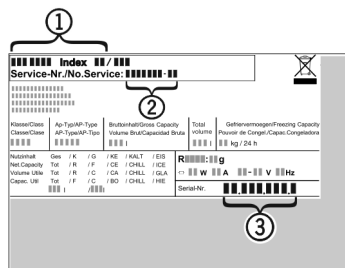

Fig. 15
- ▶ A készülék megnevezését Fig. 15 (1), a szervíz- Fig. 15 (2) és sorozatszámot Fig. 15 (3) a típus-tábláról olvassa le. A típustábla a készülék belsejében baloldalon található.
- ▶ Értse a vevőszolgálatot a hibáról, és adja meg nekik a készülék megnevezését Fig. 15 (1), a szervíz- Fig. 15 (2) és a sorozatszámot Fig. 15 (3).